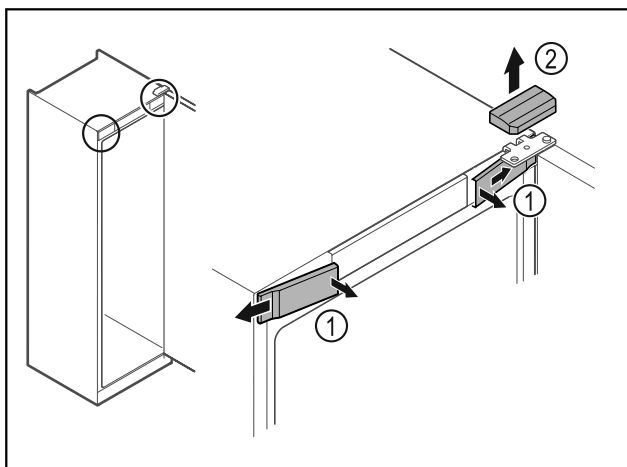

Fig. 8
- ▶ Klik de forreste indvendige afdækninger Fig. 8 (1) ud, og tag dem af i siden.
- ▶ Tag den øverste afdækning Fig. 8 (2) af opefter.